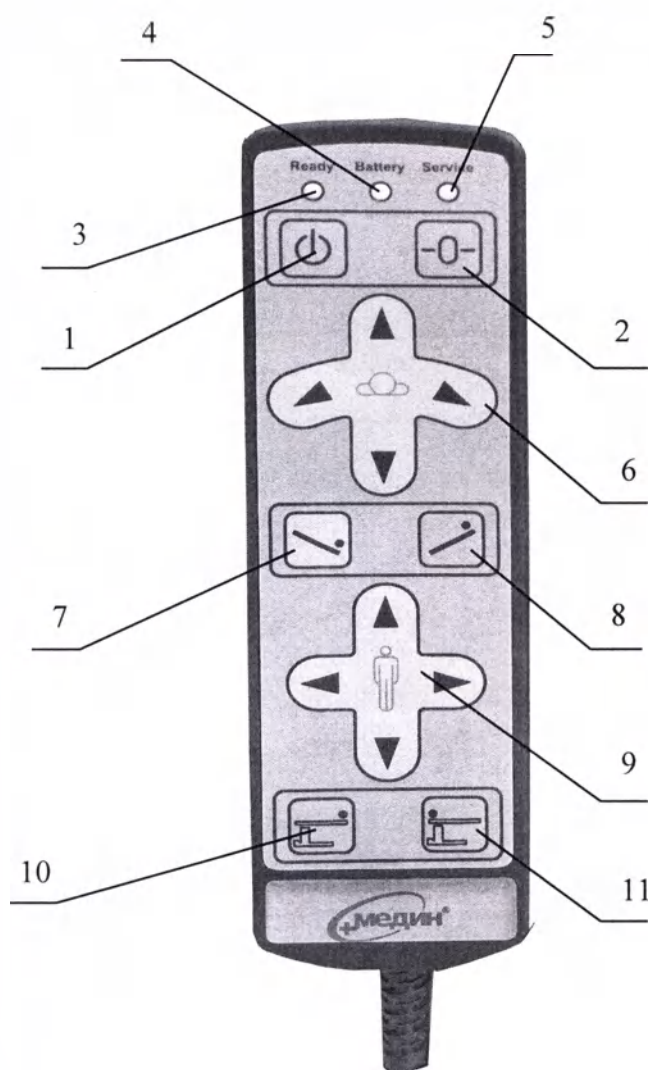

Рисунок 4. Пульт управления вспомогательный и назначение его кнопок.
9.10 Если на пульте управления индикатор 4 (Рисунок 4) горит желтым либо красным цветом, то означает, что аккумуляторные батареи частично либо полностью разряжены.
10.1 Подъем и опускание столешницы стола, продольные поперечные перемещения и наклоны осуществляются при нажатии соответствующих кнопок пульта управления (Рисунок 4).
Внимание! Продольное перемещение столешницы осуществляется только в горизонтальном положении стола. Для удобства выравнивания панели в горизонтальное положение можно воспользоваться кнопкой 2 (Рисунок 4).